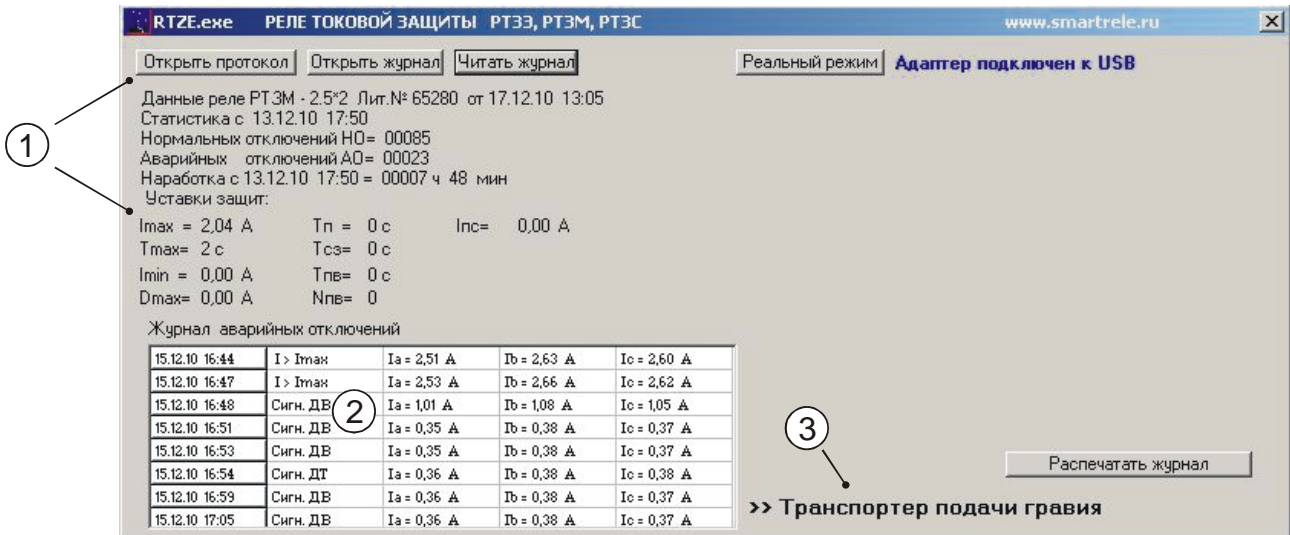

Рисунок 8 – отображение журнала реле серии РТЗЭ на экране ПК.
5.9.1 Чтобы считать журнал, в открывшемся окне программы кликните мышью кнопку «Читать журнал». После считывания данных (~8 сек) откроется окно журнала (рис. 8).
5.9.2 Поле 1 (рис. 8) содержит следующую информацию:
5.9.3 В таблице 2 (рис. 8) отображаются данные журнала аварийных отключений, в котором фиксируются время (только для РТЗЭ-С и РТЗЭ-СВ) и параметры восьми последних по времени аварийных отключений.
5.9.5 Поле 3 (рис. 8) содержит символьное обозначение установки оборудованной прибором защиты (порядок присвоения символьного обозначения смотри в п. 5.12).
5.9.6 Кнопка РЕАЛЬНЫЙ РЕЖИМ (рис. 8) переводит программу в режим реального времени, т.е. отображения текущих значений токов и уставок режимов с возможностью редактирования уставок и выполнения операции ОЧСТАТ - очистки журнала, СБРОС/ПУСК – пуск двигателя и сброс блокировок, НАСТРОЙКИ – установка режимов работы периферийных модулей прибора. При включении режима МОНИТОРИНГ открывается графическое окно 4 для наблюдения режима нагрузки двигателя в графическом режиме. Режим отображения графика задается с помощью группы флажков 5.